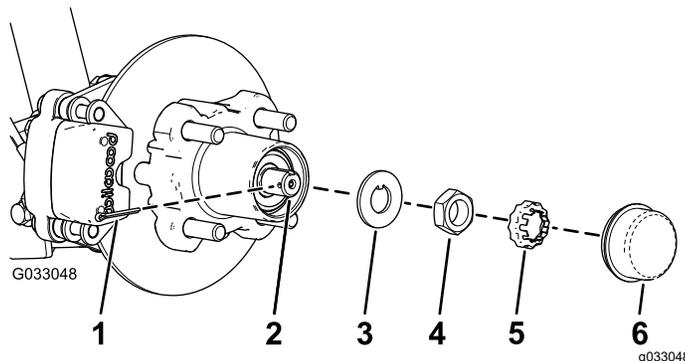
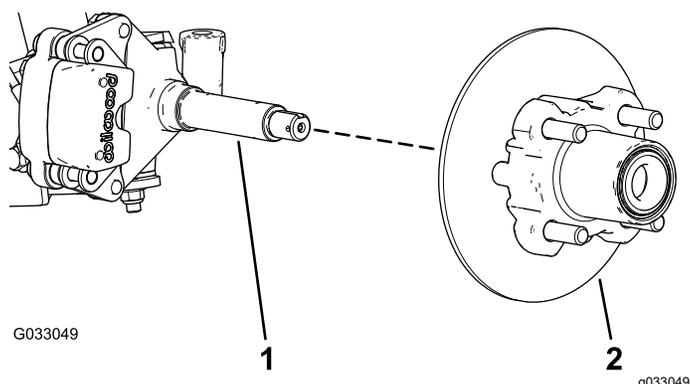

Рисунок 27
Рисунок 28
4. Снимите пылезащитную крышку со ступицы (Рисунок 27).
5. Снимите шплинт и держатель гайки с оси и гайки оси (Рисунок 27).
6. Снимите гайку оси с оси и отделите ступицу и тормозной диск в сборе от оси (Рисунок 27 и Рисунок 28).